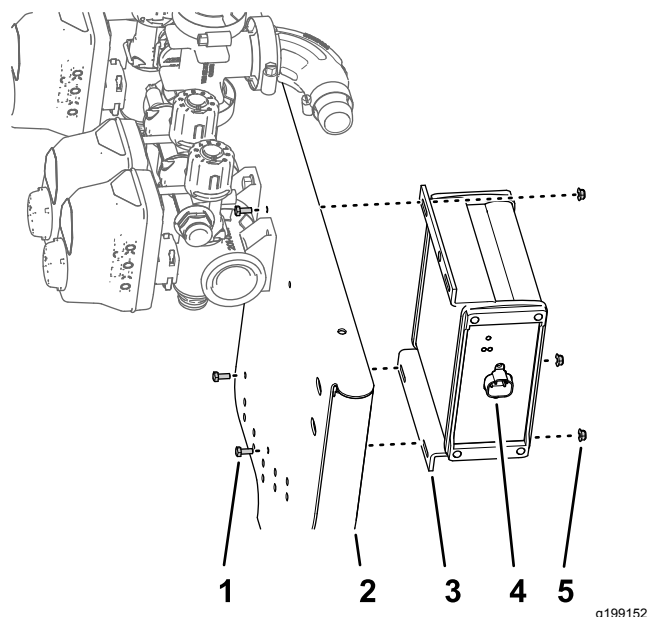

Рисунок 97
1. Установите контроллер опрыскивателя ASC 10 на передней стороне опоры крепления клапанов так, чтобы 4-штыревой разъем был направлен наружу (Рисунок 97).
2. Установите контроллер опрыскивателя на опору крепления клапанов (Рисунок 97) с помощью 3 болтов (4 x 10 мм) и 3 фланцевых контргаек (4 мм).